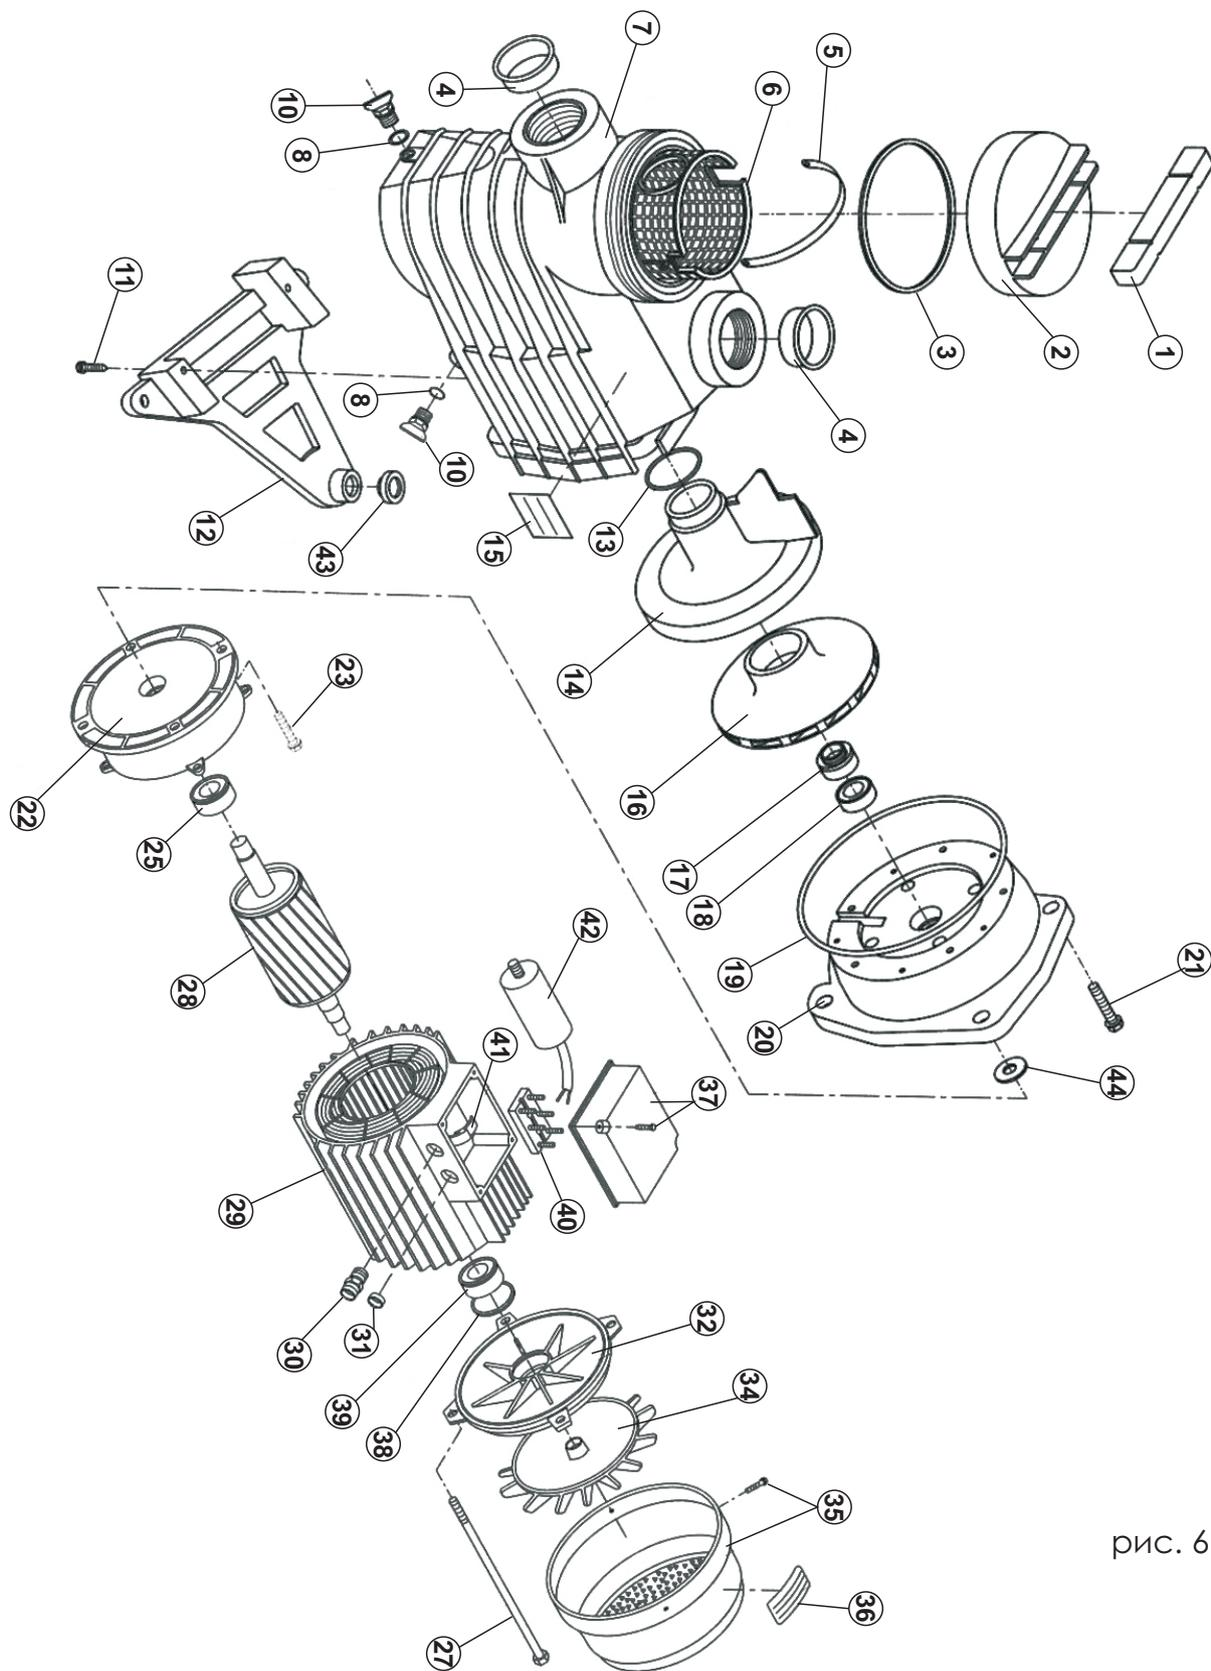

рис. 6
У насоса, в положении всасывания (выше уровня воды в резервуаре), до включения снимите кожух насоса (2) (рис. 6, стр. 13) и медленно заполните чистой водой до уровня форсунки всасывания. Закройте кожух (2) снова, и убедитесь, что он герметично закрыт.
Насос нельзя включать без установленного фильтра (6) (рис. 6, стр.13) так как насос может закупориться.
Проверьте что, двигатель не потребляет силу тока больше, чем указано на табличке с наименованием (36) (рис.6, стр.13); в противном случае, проведите регулировку.
- отключите кабеля питания и уберите их в коробку (40) (рис.6, стр.13).
- Соедините уплотнительный вкладыш (17/18) на рис.6, стр.13. Надавите на них (16) пока они займут место, вкладыш должен быть смочен водой заблаговременно.
Чтобы заказать запасные части, необходимо дать четкое описание прибора в соответствии наименованием (рис.6, стр.13) и указанных на плате (17 и 36).